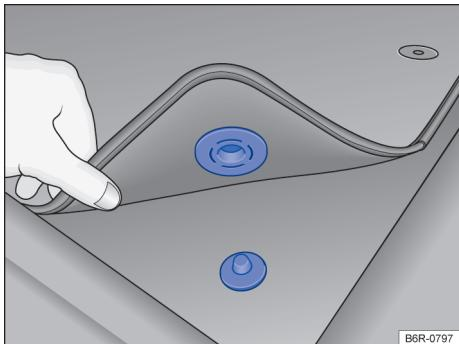

Fig. 21 Tapete dianteiro do lado do condutor com fixação no pino do carpete.
- ✓ Acomodar bem o tapete na área para os pés do lado do condutor de modo que não obstrua a área dos pedais. Dependendo da versão do veículo, o tapete dianteiro do lado do condutor pode ter fixação no pino do carpete → Fig. 21.